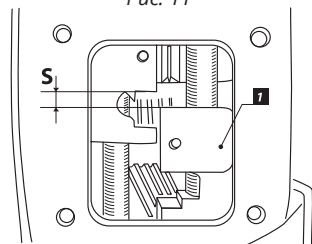

Рис. 12
3. Проверьте величину **S** (Рис. 12). Она должна составлять минимум 4 мм (если меньше, то доработайте торец вилки [1]).